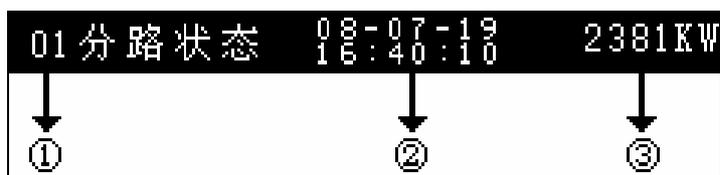

图7 分路状态说明
界面说明：①表示分路号 ②工作当前时间 ③分路总功率值，（见图7）。